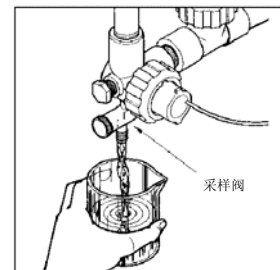
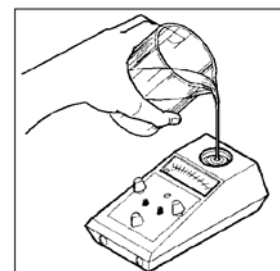

图 10 取样冷却塔的水
图 11 将冷却塔取样的水倒入测试器中
3. 对系统的水进行采样，并使用可靠的、经校准过的测试器对该采样进行测试 (参见图 10 和图 11)。记录读数。
- 对系统的水进行采样，并使用可靠的、经校准的测试器对样本进行测试 (参见 21 页的图 10 和图 11)。记录读数。
- 采样获得系统的水样本,并使用可靠的、已校准的 pH 测试器测试该样本(参见 21 页的图 10 和 11)。记录读数。